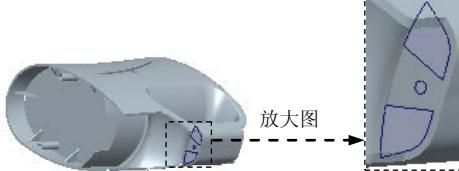
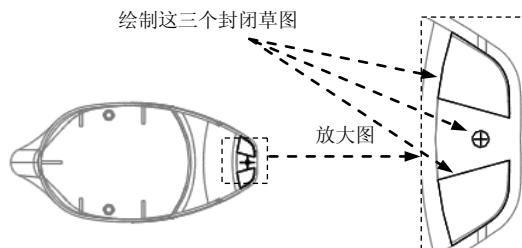

图 17.8 平整曲面
图 17.9 截面草图
Step7. 创建图 17.8 所示的平整曲面。
(1) 单击 **分型面** 操控板 **曲面设计** ▾ 区域中的“填充”按钮 ，此时系统弹出 **填充** 操控板。
(2) 在绘图区中右击，从系统弹出的快捷菜单中选择 **定义内部草绘...** 命令，选取 ADTM1 基准平面为草绘截面。草绘平面的参考平面为 **MOLD_RIGHT** 基准平面，方位为 **左**，单击 **草绘** 按钮，进入草绘环境，绘制图 17.9 所示的截面草图（使用“投影”命令绘制截面草图），完成后单击 按钮。